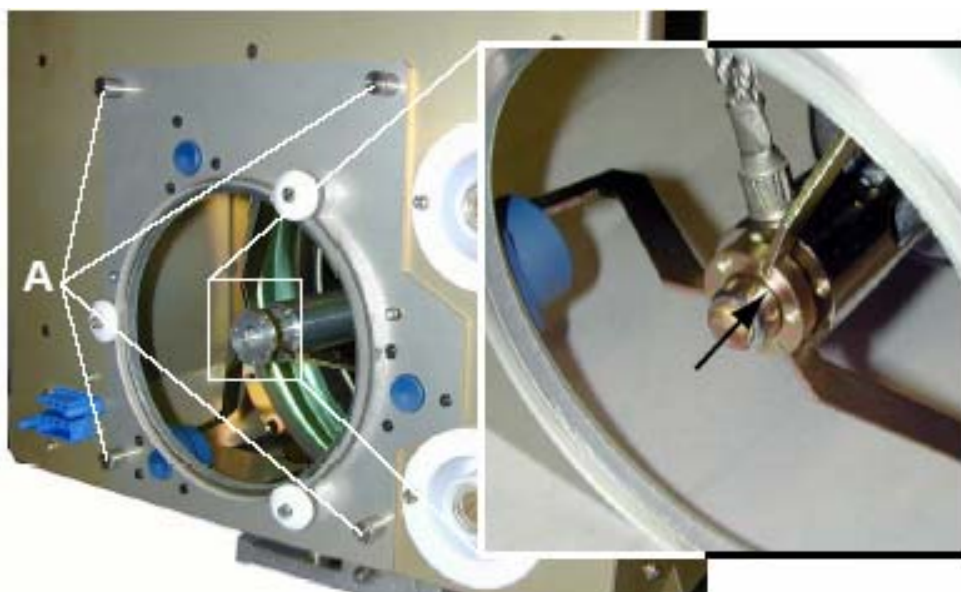

图 7-37 悬挂上的灯阳极安装
3. 拿起红外滤光器组件, 将灯阳极放进灯阳极悬挂。(图 7-37)
4. 拧紧4颗弹簧螺丝(A), 将红外滤光器组件固定到灯箱的正面。(图7-37)